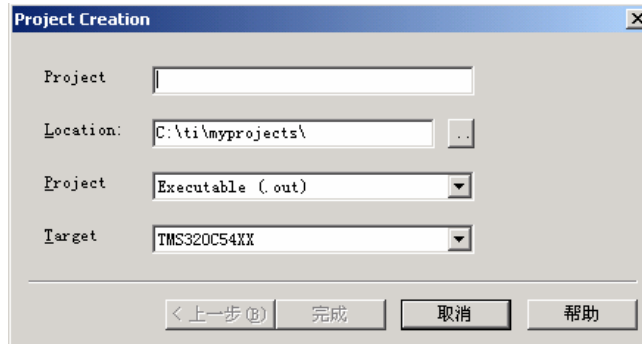

图 1-2 项目创建菜单
(4) 在 **Project** 菜单中选择 **New** 选项，显示如图 1-2 所示的项目创建菜单。